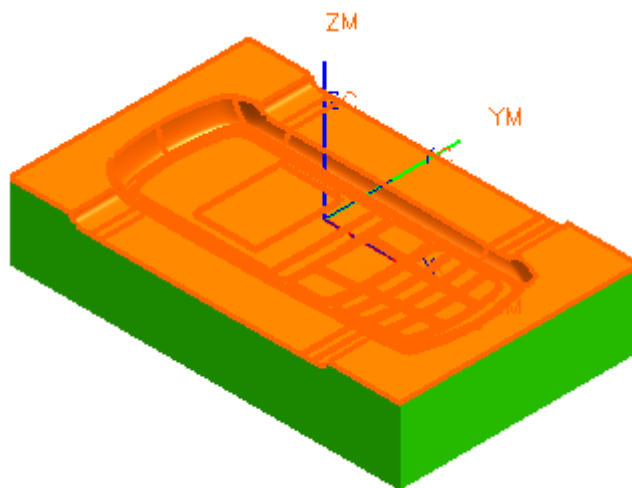

图 9-186
- 在操作对话框中，单击 ，选择如图 9-186 所示的所有型腔表面，单击 OK。